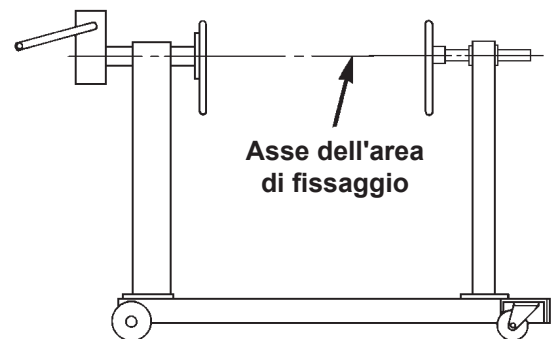

Figura 2
3. Posizionare il motore situandone il baricentro al centro dell'area di fissaggio delle piastre di supporto. Vedi Figura 2.